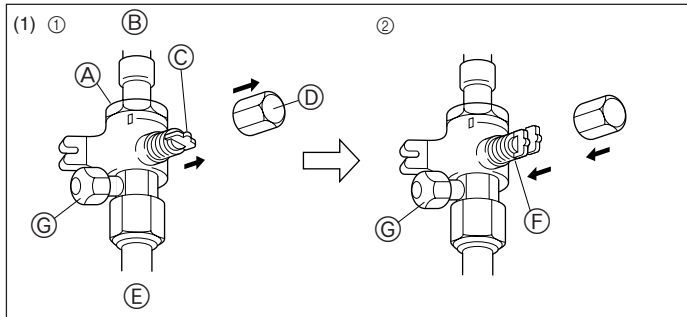
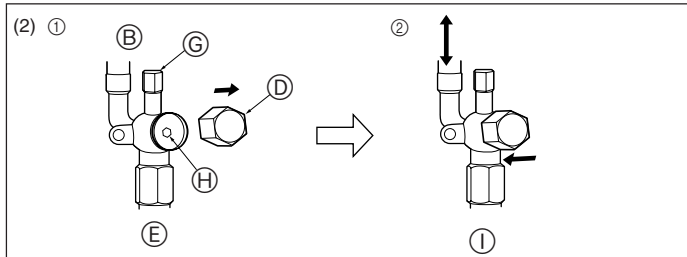

Fig. 4-6
Fig. 4-7
- (1) Gaz tarafı (Fig. 4-6)
- ① Kapağı çıkarın, kolu kendinize doğru çekip saat yönünün tersine 1/4 devir çevirerek açın.
- ② Stop valfinin tamamen açık olduğundan emin olun, kolu içeri itin ve başlığı çevirerek tekrar ilk konumuna getirin.
- (2) Sıvı tarafı (Fig. 4-7)
- ① Başlığı çıkarın ve 4 mm'lik bir altıgen somun anahtarıyla vana çubuğunu gidebileceği yere kadar saat yönünün tersine döndürün. Tampona dayanınca döndürmeye son verin. (ø6,35: Yaklaşık 4,5 devir) (ø9,52: Yaklaşık 10 devir)